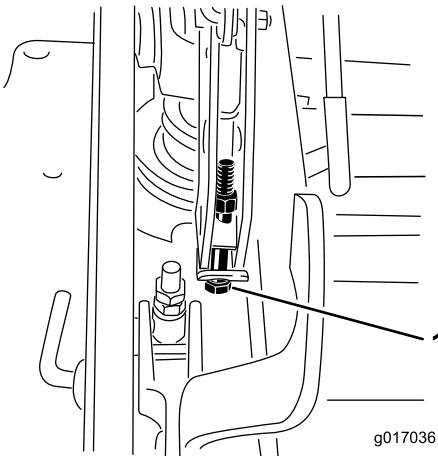

Figure 94
14. Si le tablier est trop bas, serrez le boulon de réglage monopoint dans le sens horaire. Si le tablier est trop haut, desserrez le boulon de réglage monopoint dans le sens antihoraire (Figure 94).